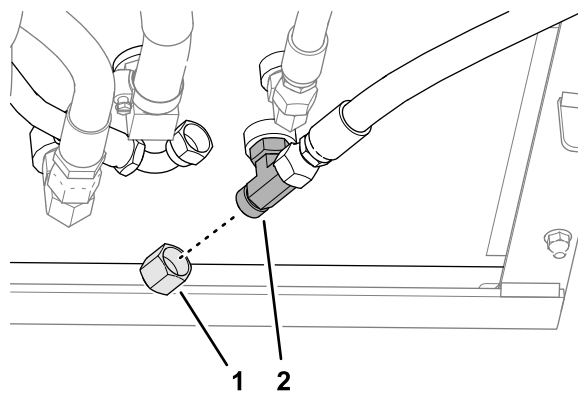

Figura 67
2. Instale la tapa en el acoplamiento en T, como se muestra en la Figura 67.